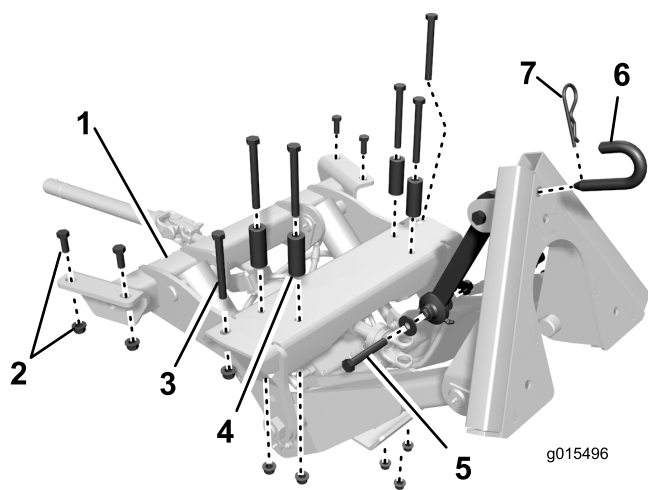
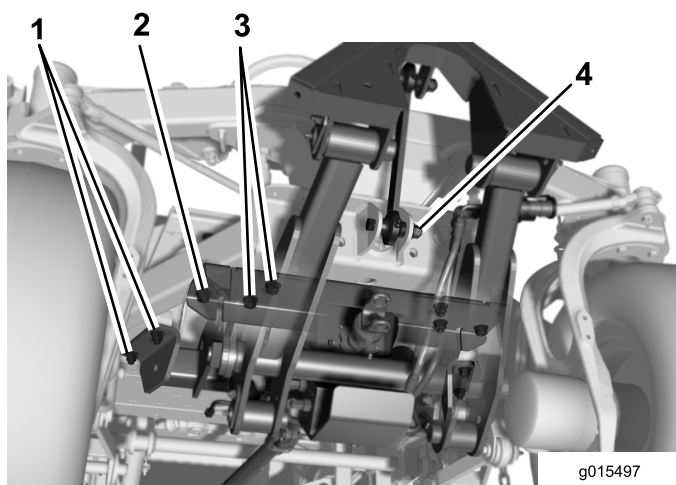
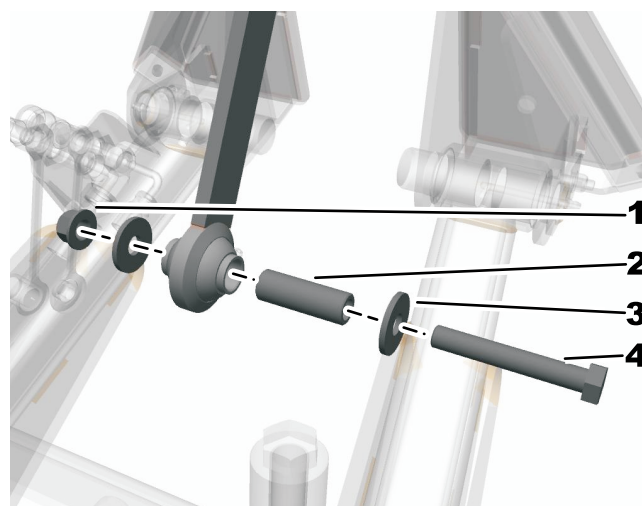

Figura 5
Figura 6
Figura 7
1. Figura 5 riporta una vista dall'alto di ubicazione, posizionamento e dimensioni dei dispositivi di fermo utilizzati per fissare il telaio ad attacco anteriore alla parte inferiore del telaio dell'unità di trazione.
3. Posizionate il telaio ad attacco anteriore sotto la parte anteriore della macchina (Figura 6).
4. Sollevate il telaio ad attacco anteriore allineando i fori di montaggio con quelli dei canali del telaio e della piastra incrociata del telaio anteriore (Figura 6).
5. Sulla parte anteriore dell'attacco, fissate il foro esterno su ambo i lati ai canali del telaio con una vite da 1/2 x 4-1/2 poll. e un dado flangiato da 1/2 poll. (Figura 6).
6. Sulla parte posteriore dell'attacco, montate ogni lato sui canali del telaio senza fissarli con (2) viti da 1/2 x 1-1/4 poll. e dadi flangiati da 1/2 poll. (Figura 6).
7. Utilizzate i (4) fori di montaggio restanti per fissare gli attacchi alla piastra incrociata del telaio con viti da 1/2 x 4-1/2 poll., distanziali e dadi flangiati da 1/2 poll. (Figura 6). Posizionate i distanziali tra la testa della vite e la piastra incrociata.
9. Fissate il gruppo di collegamento superiore al supporto dell'assale con la vite da 1/2 x 3-1/4 poll., (2) rondelle di supporto e un dado flangiato da 1/2 poll. (Figura 5 e Figura 6). Posizionate le rondelle esternamente agli attacchi sul supporto dell'assale. Montate il distanziale e serrate a una coppia di 91-113 Nm (Figura 7).